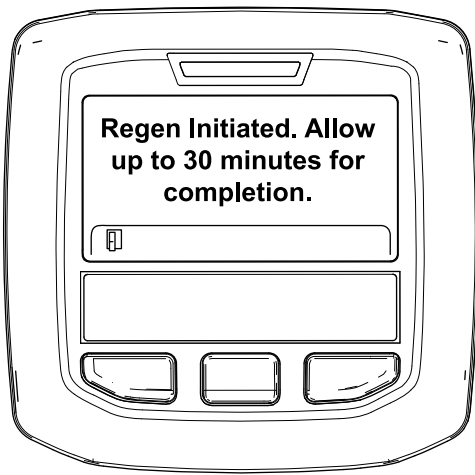

Figura 38
- Se a regeneração for permitida, surge a mensagem "Regen Initiated. Allow up to 30 minutes for completion" (Regen. iniciada. Aguarde 30 minutos até ser concluída) no InfoCenter; aguarde até que a máquina conclua o processo de regeneração em estacionamento (Figura 38).